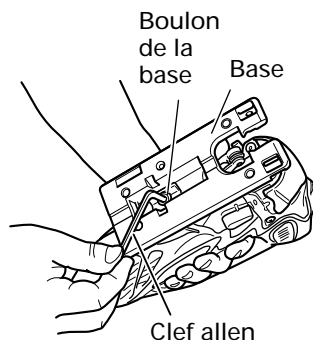
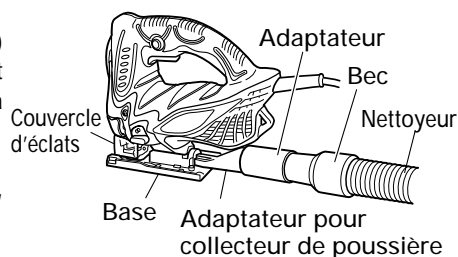

Fig. 10
Fig. 18
- (1) Desserrer le boulon de la base avec la clé allen fixée à la base. (Fig. 10)
REMARQUE: Pour assurer une coupe précise lors de l'utilisation du guide (Fig. 10), toujours régler la position orbitale sur "0".
- (1) Desserrer le boulon de la base avec la clé allen hexagonale fixée à la base. (Fig. 10, 11)
- (3) Resserrer le boulon M5. (Fig. 10)
- (4) Régler la position orbitale sur "0".
- (1) Retirer la clé allen de la base.
- (2) Déplacer la base à fond vers l'avant. (Fig. 10, 11)
- (3) Fixer le couvercle d'éclats.
- (4) Raccorder le adaptateur pour collecteur de poussière à l'adaptateur. (Fig. 18)
- (5) Raccorder l'adaptateur au bec du nettoyeur. (Fig. 18)